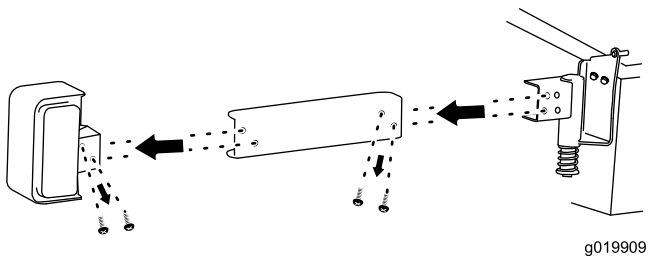

Figura 6
1. Retire las fijaciones que conectan la luz trasera izquierda al soporte largo. Aparte las fijaciones para instalar el soporte pequeño (Figura 6).
2. Retire las fijaciones que conectan el soporte de la luz trasera izquierda al conjunto de pivote de la izquierda. Aparte las fijaciones para instalar el soporte pequeño (Figura 6).